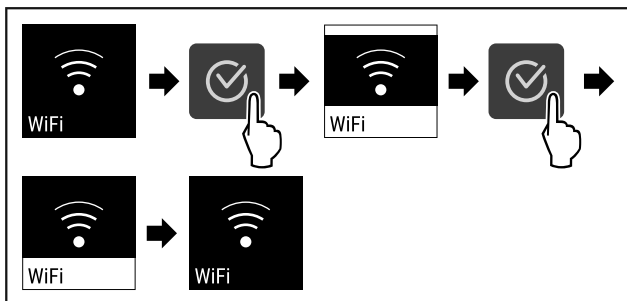

Fig. 86
- ▶ Eseguire i passaggi (vedere Fig. 86).